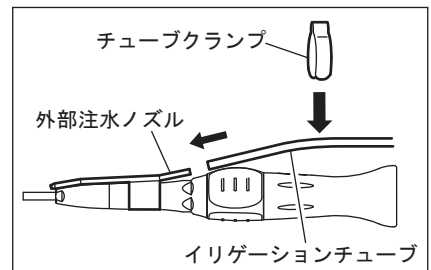

図14
外部注水ノズルにイリゲーションチューブを奥までしっかり差し込みます。（図14）
- ・チューブクランプを使用して、イリゲーションチューブを固定します。（図14）